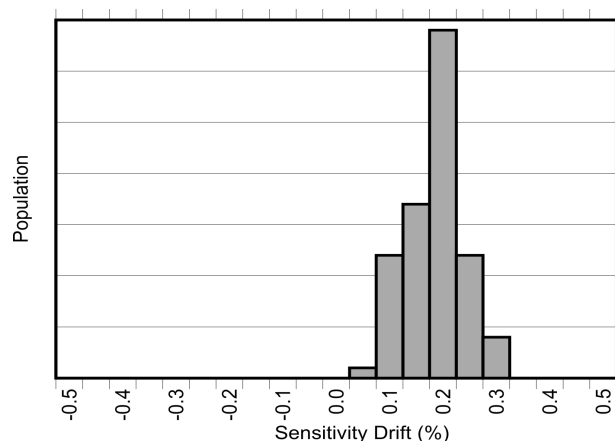
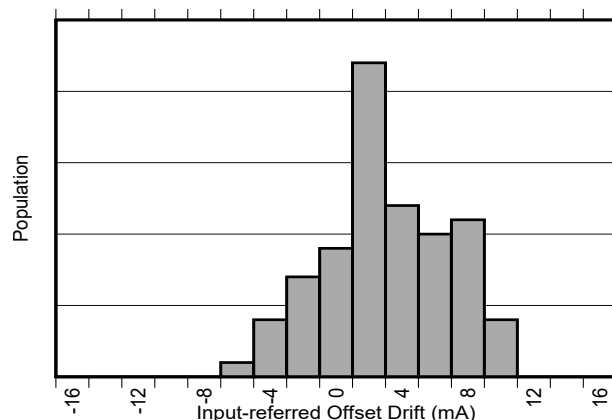

图 8-2. AEC-Q100 高温工作寿命应力测试后的灵敏度误差漂移
图 8-3. AEC-Q100 高温工作寿命应力测试后的以输入为基准的失调漂移
除了较大的热漂移之外，典型的磁性电流传感器由于在器件的寿命内老化，其灵敏度还会出现 2% 到 3% 的额外漂移。TMCS1126-Q1 中用于降低温度漂移的相同专有补偿技术也用于大大降低由于应力和环境条件（尤其是在较高的运行温度下）引起的老化而导致的寿命漂移。如 电气特性 所示，TMCS1126-Q1 具有行业出色的寿命灵敏度漂移，这是在标准三批 AEC-Q100 认证期间，在 130°C 和 85% 相对湿度 (RH) 下进行高加速应力测试 (HAST) 后实现的。在按照 AEC-Q100 认证规定进行 1000 小时、125°C 高温工作寿命应力测试后，还观察到 电气特性 中规定的界限内的低灵敏度和温漂。这些测试模拟了典型的器件寿命操作，表明与典型的磁性电流传感器相比，老化导致的器件性能变化得到了极大改善。图 8-2 和图 8-3 展示了在进行 AEC-Q100 规定的 1000 小时、125°C 高